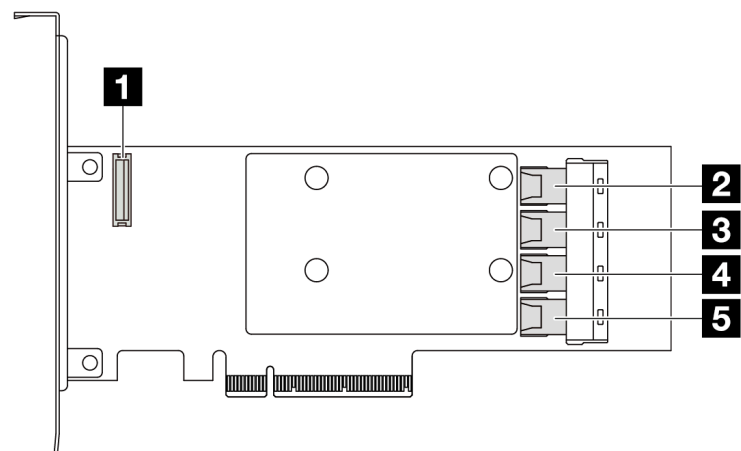

图 317. Gen 3 16i SFF RAID/HBA 适配器 (四个端口接口)
- 第 344 页图 317“Gen 3 16i SFF RAID 适配器（四个端口接口）”